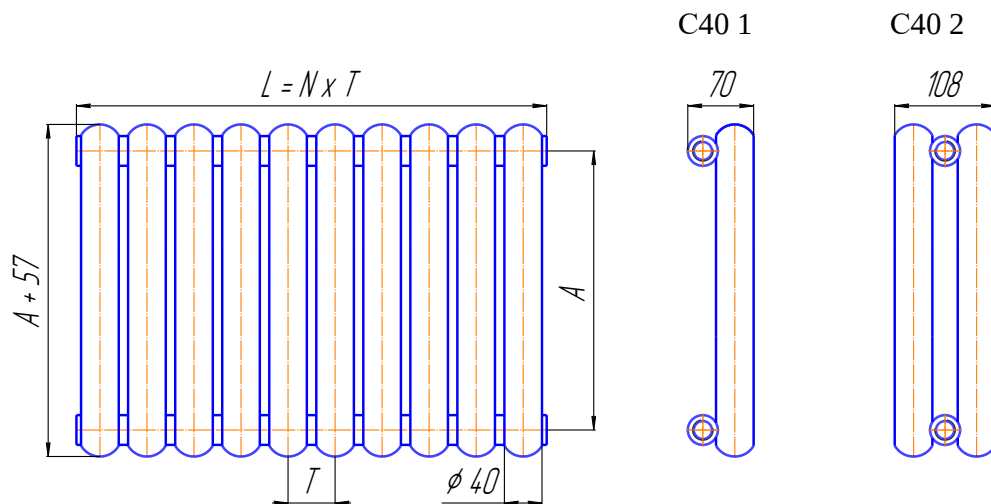

Рис. 1 Т – шаг (Т = 50 мм), N – количество секций.
2.1. Основные размеры и параметры радиаторов приведены на рис.1 и в таблице.